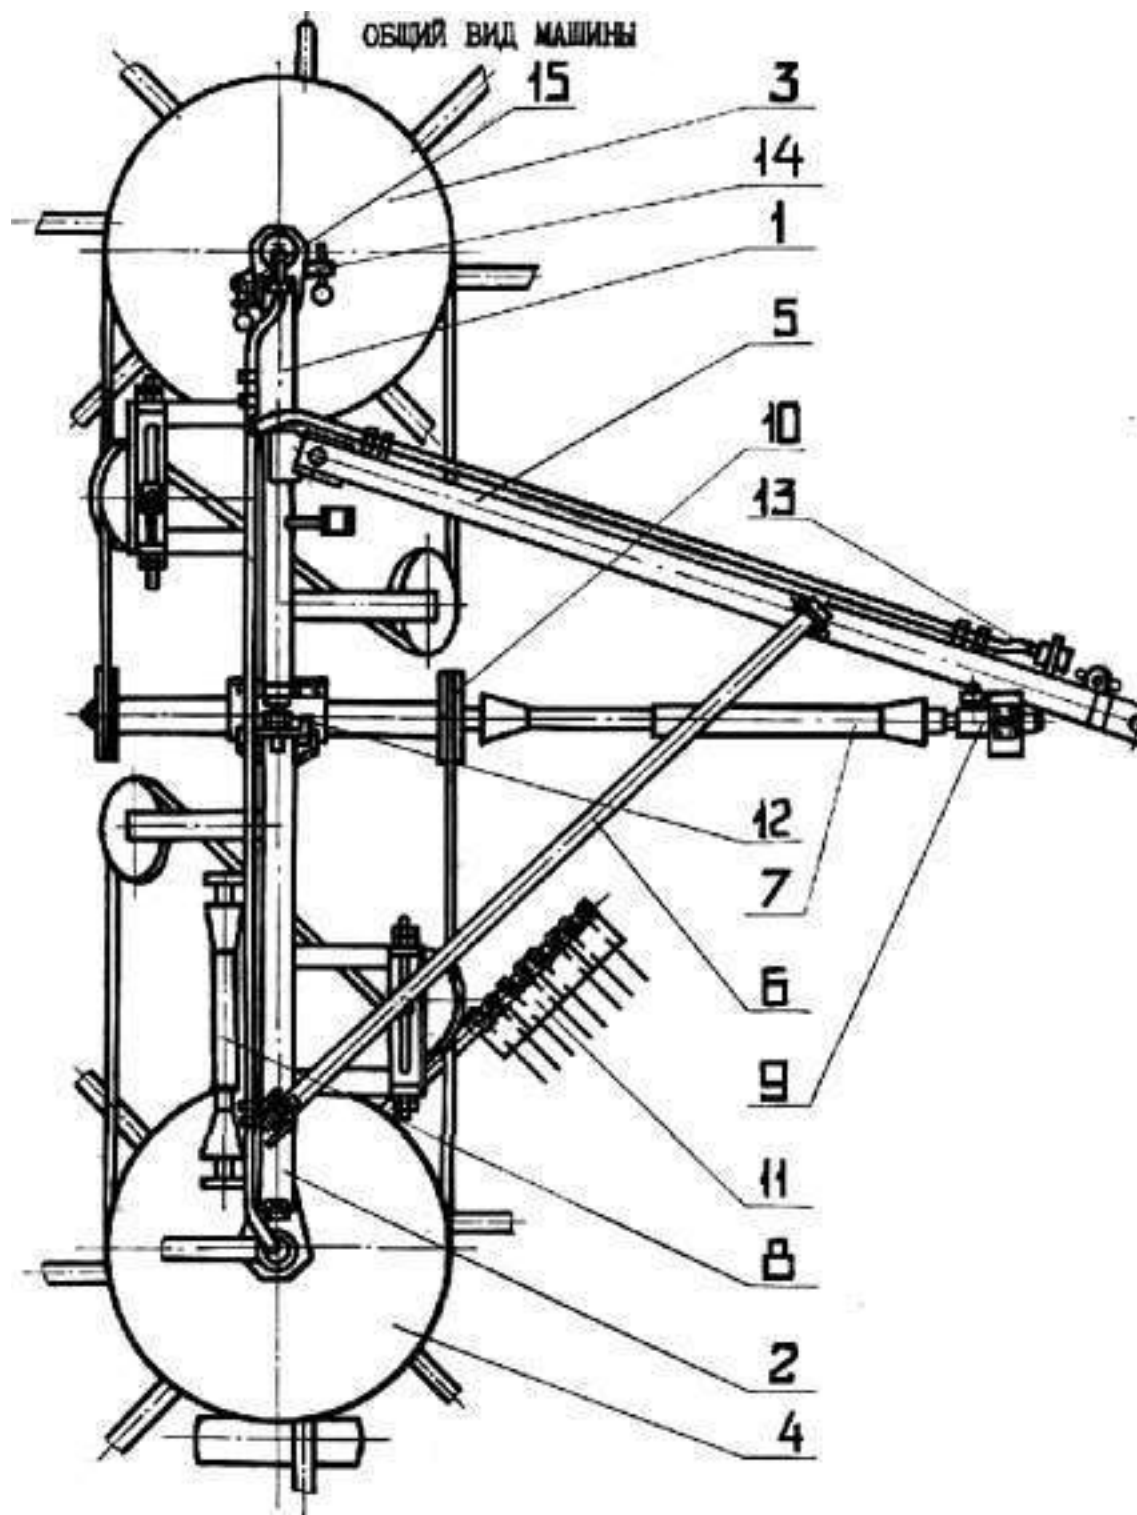
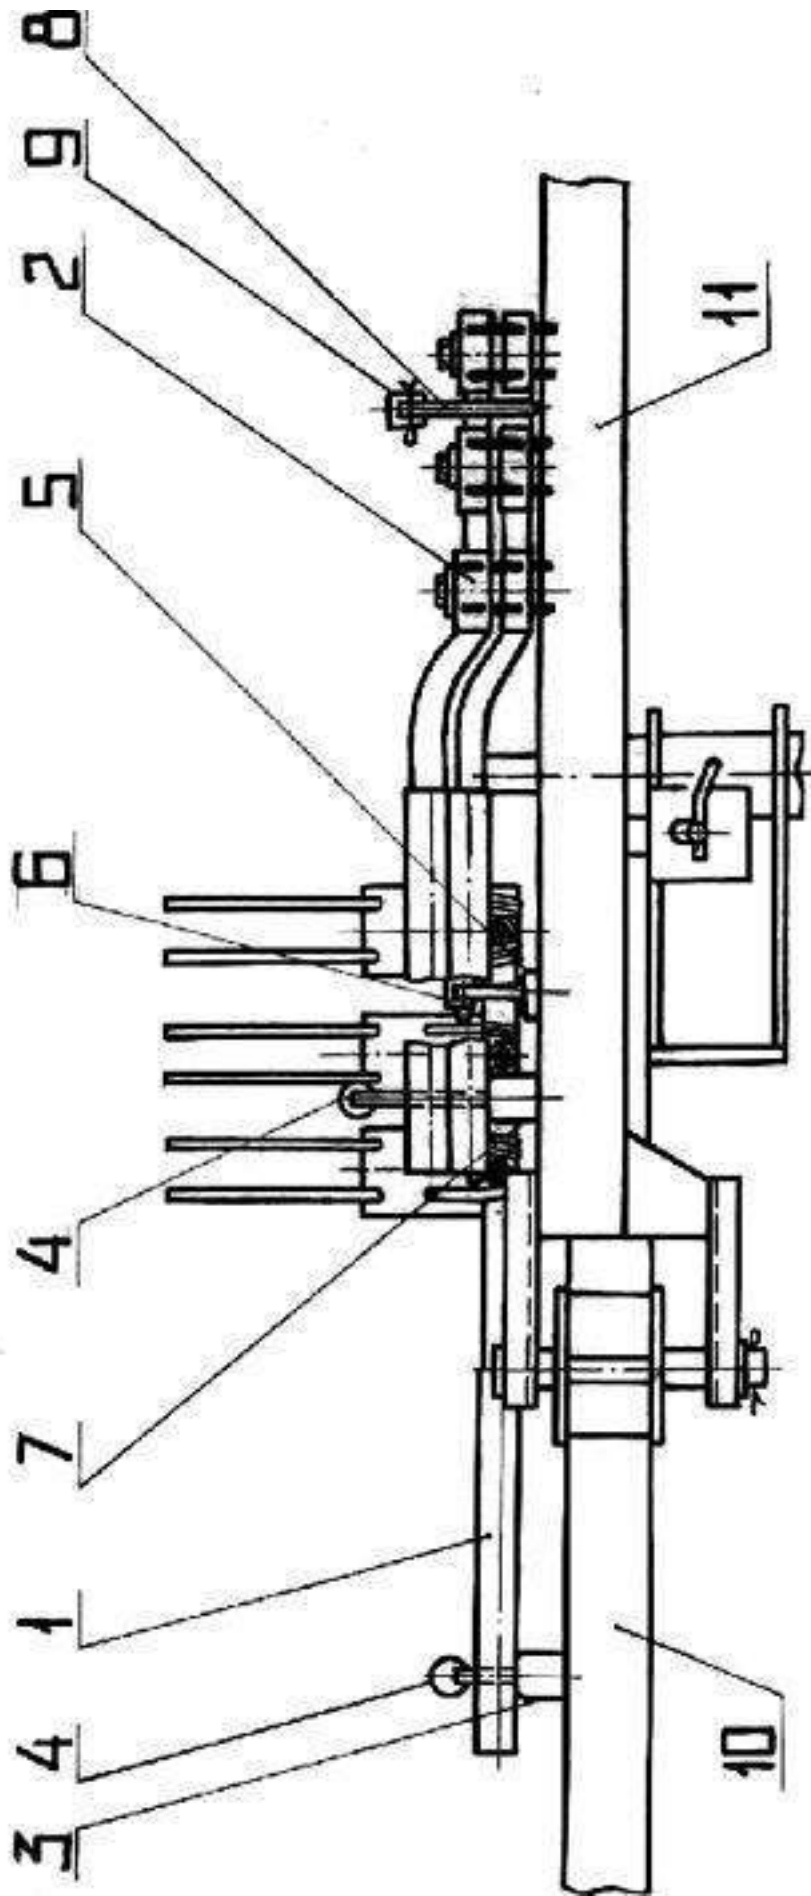

Рис. 1.2. Общий вид.
Рис. 3.9. Схема укладки граблин в транспортном положении.
1.2. Грабли ГВР-630 /рис.1.2/ состоят из левой 1 и правой 2 рам, из левого 3 и правого 4 роторов, снлицы 5, штанги 6, карданной передачи 7, вала карданного от ВОМ трактора 8, цепной передачи 9, клиноременной передачи 10, граблин 11, регулировочного болта 12, гидросистемы 13, фиксатора 14 и фиксатора 15.
В транспортном положении сница устанавливается параллельно раме 1 и крепится на ней при помощи фиксатора 14 /рис.1.2/.
3.2. При погрузке и выгрузке граблей, ремонтных работах строповку троса производить только за специально обозначенные знаком строповки места /за скобы приваренные на рамах 1, 2 и снице 5 рис. 1.2/.
3.9. При выезде на дороги общего пользования застопорите шкив ротора левого 3 при помощи фиксатора 15 /рис.1.2/. Снимите четыре граблины 1 с левого ротора /по две с каждой стороны по ходу движения/ и уложите их на левой раме 10 в ряд зубьями вверх, зафиксировав каждую в кронштейне 3 стопорным кольцом 4 и в кронштейне 5 прижимом 6 /рис.3.9/. Снимите четыре граблины 2 с правого ротора /по две с каждой стороны по ходу движения/ и уложите на снице 11 по две зубьями вправо, зафиксировав каждую пару в кронштейне 7 стопорным кольцом 4 и в кронштейне 8 прижимом 9. /рис.3.9/ Отсоедините карданный вал 8 от ВОМ трактора и установите на правую раму 2, /рис.1.2/ во избежание его поломки при подъеме навески трактора.